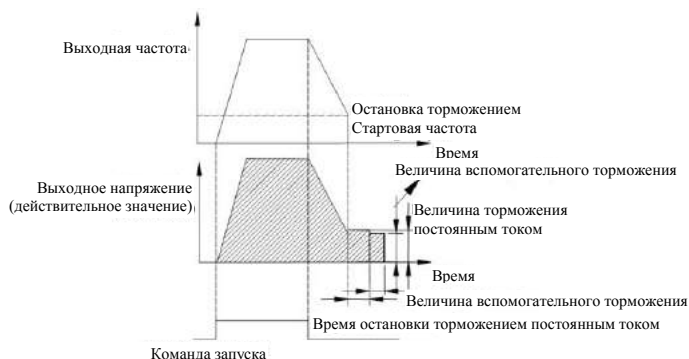

Рис. 7-5 Остановка с замедлением + Торможение постоянным током
**2: Остановка с замедлением + Торможение постоянным током.** После получения команды к остановке, преобразователь постепенно снижает выходную частоту согласно установленному времени замедления. По достижении стартовой частоты торможения F02.14, после определения времени ожидания торможения постоянным током F02.15, преобразователь запускает торможение постоянным током, как показано на Рис. 7-5.